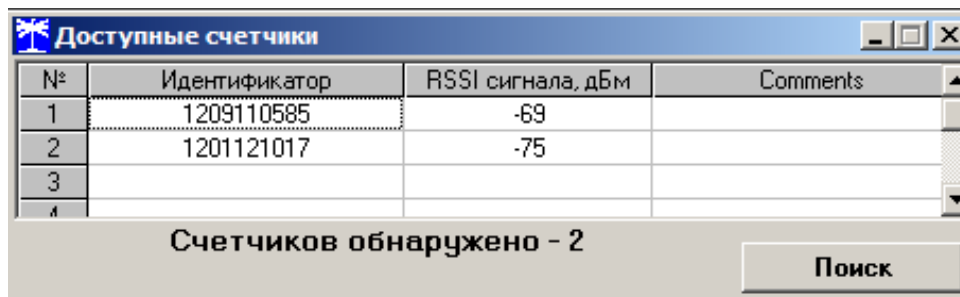

Рисунок 5 – Форма «Доступные счетчики»
5.3.5 Процедуру адресации конфигуратора, описанную в п. 5.3.4, можно произвести путем двойного щелчка левой кнопки манипулятора «мышь» по идентификатору найденного счетчика из таблицы найденных счетчиков (рисунок 5). При этом адрес счетчика переписывается в окно «Адрес радиомодема счетчика» и производится запись в радиомодем адреса удаленного модема в текущей сессии обмена.